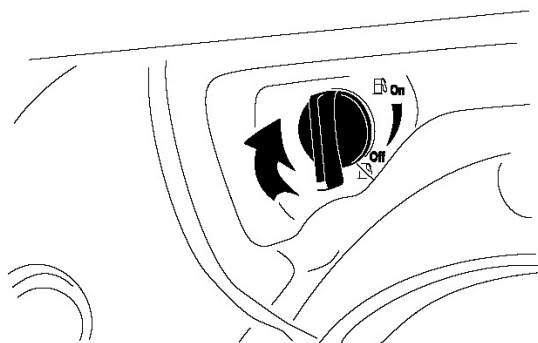

Рисунок 31.
4. Закройте клапан подачи топлива, повернув его по часовой стрелке (рис. 31).